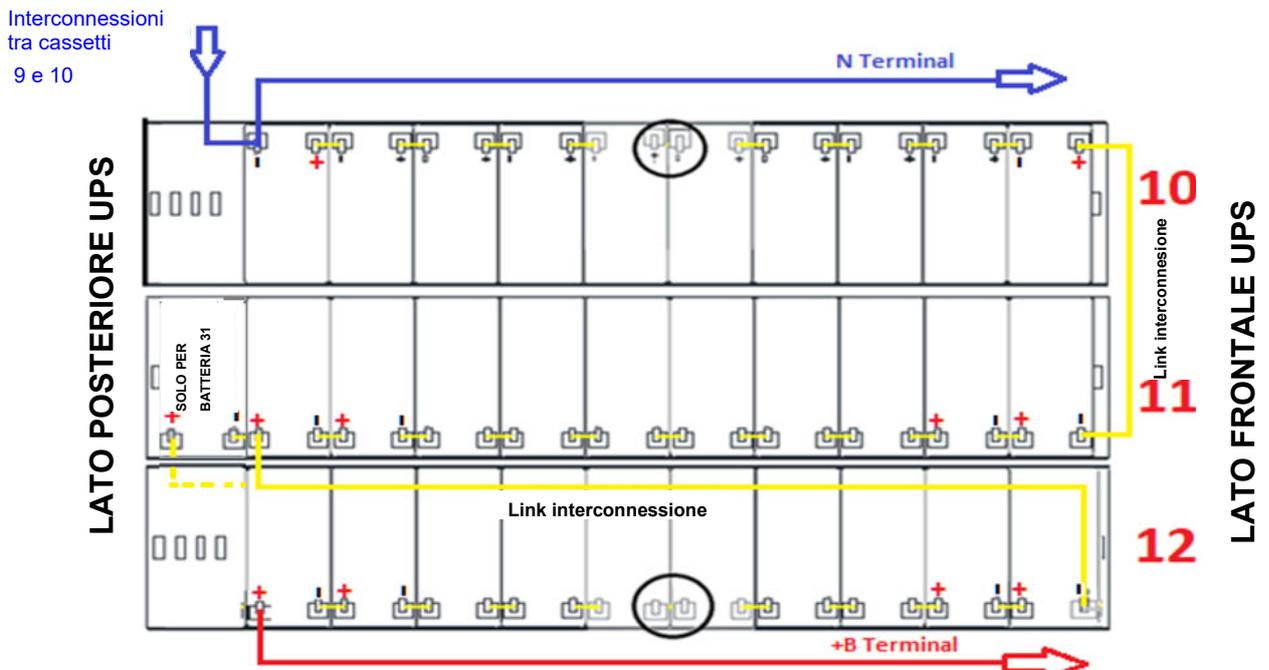

Figura 21 - Vista dall'alto Piano N°4 con connessioni batterie
12) Cablare il piano come indicato nella figura 21. **Lasciare scollegati i ponticelli cerchiati.**